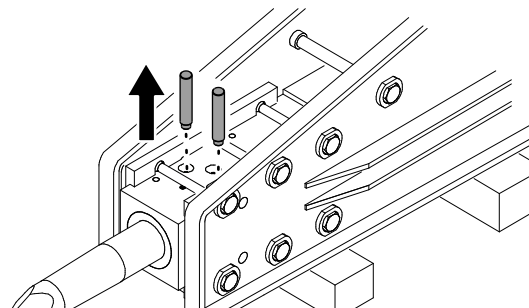

Figura 6
3. Rimuovete i perni di bloccaggio (Figura 6).